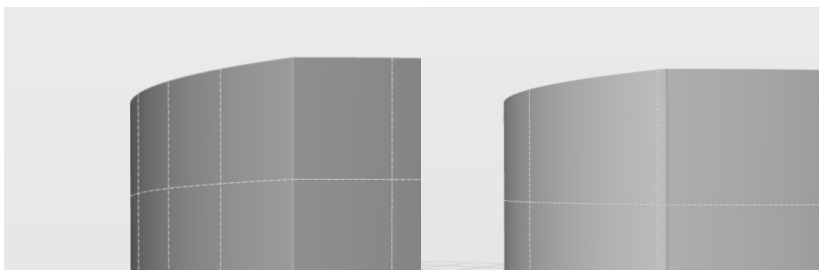

图 3-95 对比挤出结果：“维持”尖角曲线的挤出效果（左）；“近似”曲线的挤出效果（右）
4) 验证步骤 3): 使用“挤出”工具，分别针对两条“连接曲线实体”曲线进行挤出操作，放大视图以观察表面上的折角位置。明显可见进行了“近似”操作的曲线，在挤出曲面的转角处是圆润的（虽然很小），没有尖角，如图 3-95 所示。